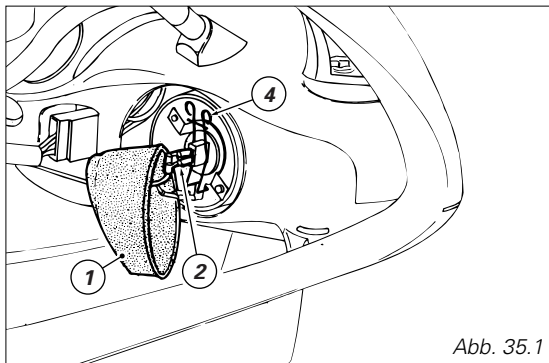

Abb. 35.1
Abblendlicht (Abb. 35.1): Die Gummihäube (1) des Scheinwerferkörpers abnehmen, dann den Flachstecker (2) durch Niederdrücken des unteren Schnellauslöseknopfs von der Leuchte abziehen.
Die Halteklemme (4) der Leuchte aushaken und letztere von der Halterung nehmen (Abb. 35.1 und 35.2).